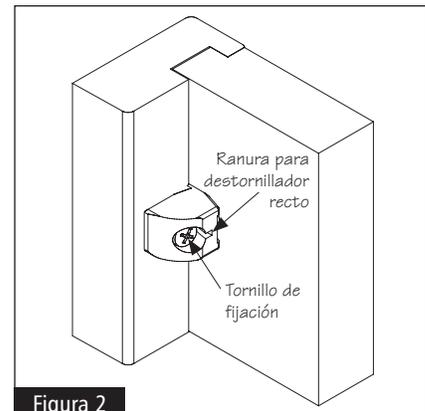
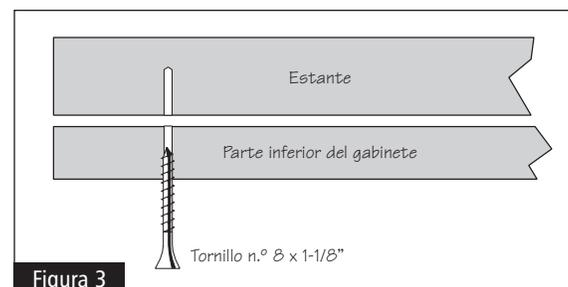

Figura 2
Figura 3
**NOTA:** En el caso de los gabinetes con paneles laterales de 1,91 cm de grosor, deberá retirar los dos sujetadores de retorno de la parte inferior antes de colocar la repisa en el gabinete. Para retirar los sujetadores de retorno, extraiga el tornillo de unión y use un destornillador recto para girar el sujetador de retorno. Consulte la figura 2. Luego, jale el sujetador de retorno hasta retirarlo del panel lateral del gabinete. Vuelva a fijar los dos sujetadores de retorno después de que la repisa se instale en el gabinete. Vea la figura 3.